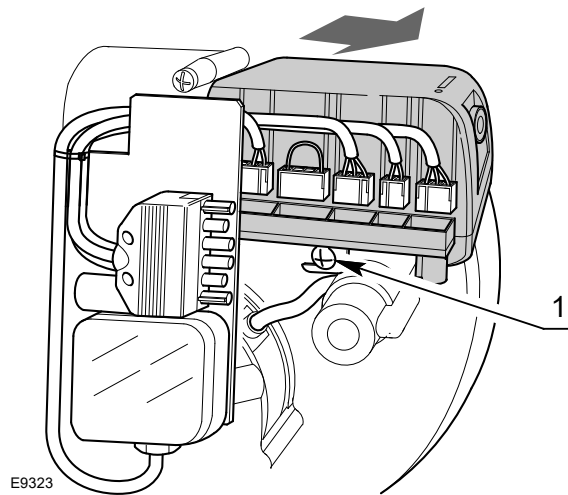

Fig. 19
- débrancher tous les connecteurs qui y sont reliés, la fiche à 6 pôles, les câbles de haute tension et le fil de terre (TB);
- dévisser la vis 1)(Fig. 19) et tirer l'appareil dans le sens de la flèche.
- visser la vis 1)(Fig. 19) avec un couple de serrage de $1 \pm 1,2$ Nm;